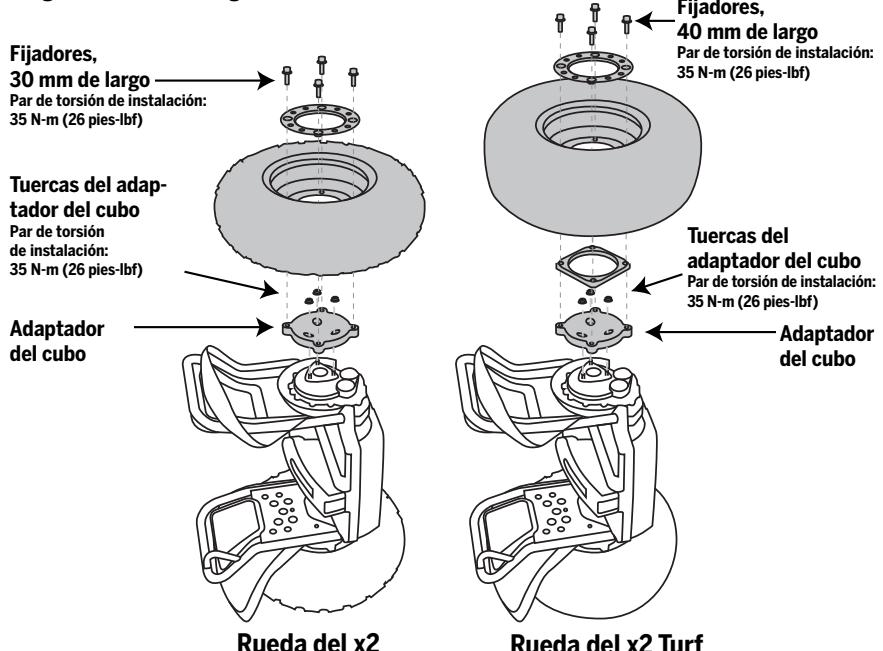

**Figura 1.** Cómo desmontar o instalar el conjunto de neumático y rueda
2. Para desmontar el conjunto de neumático y rueda, la protección de la rueda y el espaciador (sólo modelo x2 Turf), incline el Segway PT hacia un lado de manera que la rueda que va a desmontar quede arriba, y la otra apoyada en una superficie limpia y pareja. Consulte la figura 1.
3. Quite las (4) tuercas con una llave hexagonal de 8 mm. Sujete la rueda para que no gire. Levante y desprenda la rueda y elimine toda la suciedad de las superficies de montaje de la rueda. Para el x2 Turf: También levante y desprenda el espaciador. Consulte la figura 1.
4. Para volver a instalar el conjunto de neumático y rueda, y la protección, coloque la rueda sobre el adaptador del cubo con la vástago de la válvula apuntando hacia afuera. Para el x2 Turf: Coloque el espaciador sobre el adaptador del cubo, luego coloque la rueda sobre el espaciador. Consulte la figura 1.
5. Coloque la protección sobre la rueda. Introduzca los (4) fijadores de 30 mm de largo, que se incluyen en este kit, a través de la protección y la rueda y al interior del adaptador del cubo. Para el x2 Turf: Introduzca los (4) fijadores de 40 mm de largo, que se incluyen en este kit, a través de la protección, la rueda y el espaciador y al interior del adaptador del cubo.